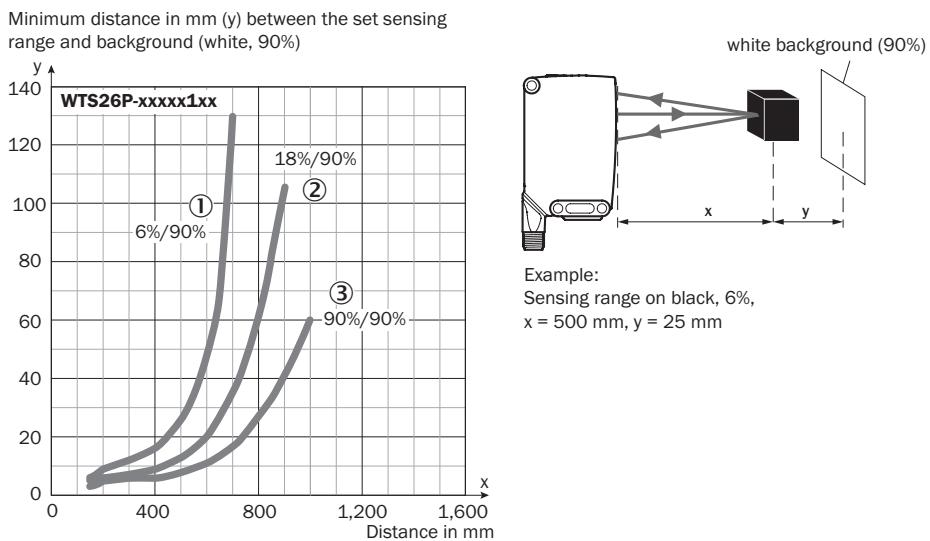
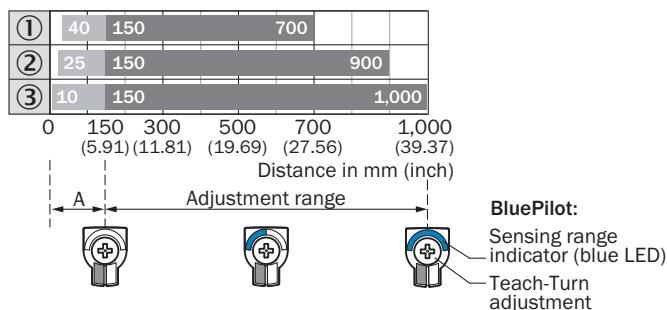

Figura 38: Curva característica 1
Figura 39: Diagrama de barras 1
Verificar as condições de uso: equiparar a distância de comutação e distância até o objeto ou plano de fundo, bem como o poder de luminescência do objeto, com o respectivo diagrama [figura 38, figura 39] ( $x$  = distância de comutação,  $y$  = distância mínima entre a distância de comutação ajustada e o plano de fundo (branco 90%)). Luminescência: 6% = preto ①, 18% = cinza ②, 90% = branco ③ (com base no padrão branco da norma DIN 5033). Recomendamos realizar o ajuste com um objeto de baixa luminescência.
A distância mínima ( $=y$ ) para a supressão do fundo pode ser determinada a partir do gráfico [figura 38 ①] do seguinte modo: